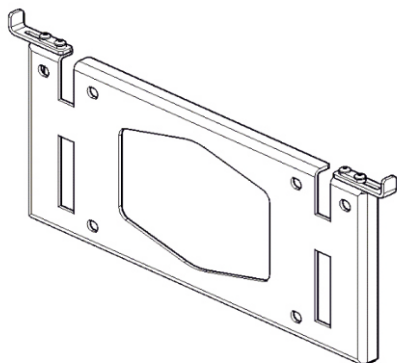
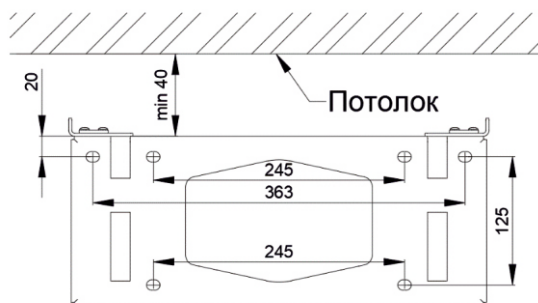
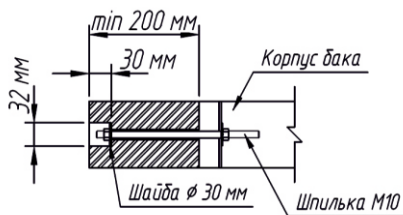

Рис. 2
Рис. 3
Рис. 4
- 4 Извлеките из упаковки монтажную пластину (рис.2) и используя ее как шаблон (рис. 3) разметьте места установки анкеров для крепления обливного устройства к стене. Монтажная пластина устанавливается на твердую и ровную стену, с отступом от потолка не менее 40 мм. Для крепления монтажной пластины используются шесть шурупов глухарей с диаметром стержня не менее 8 мм в случае с деревянной стеной, или шесть анкерных болтов с диаметром стержня не менее 8 мм в случае с каменной стеной. При затяжке крепежа следует прилагать умеренное усилие (примерно 25 Нм). Недостаточное усилие снижает надежность крепления, а избыточное может привести к деформации монтажной пластины. Длина и тип крепежа подбирается монтажной организацией индивидуально исходя из несущей способности стены. Крепеж должен выдерживать вес обливного устройства наполненного водой. Крепеж в комплект поставки не входит. Рекомендуется использовать крепление монтажной пластины на шпильки М10 (см. рис.4).
Комплект потолочных креплений предназначен для крепления обливного устройства к потолку, при использовании потолочных креплений монтажная пластина (рис.2) на обливное устройство не устанавливается. В комплект входит 6 уголков, 12 болтов и 12 гаек. (рис. 7)